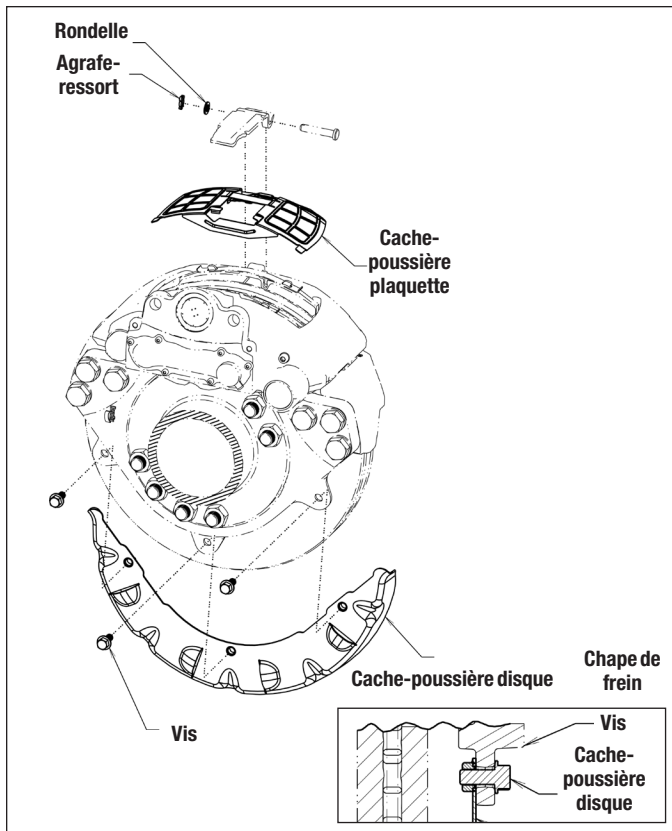

Figure 31 – Éclaté, essieu directeur ou moteur avec fenêtre montrant l'installation du cache-poussière du disque
5.1.2 Retirer et jeter l'agrafe-ressort et la rondelle de la goupille de la fourchette. Enlever et mettre de côté la fourchette et la goupille. Placer le cache-poussière de plaquette tel qu'illustré, puis reloger la fourchette. Insérer la goupille. Fixer la goupille avec la rondelle et l'agrafe-ressort fournies. Vérifier que le cache-poussière est bien fixé par la fourchette. (Cf. Figures 31 ou 32.)
5.1.3 **Cache-poussière du disque sur essieu moteur ou directeur** (cf. Figure 31.) Placer le cache-poussière entre la chape de frein et le disque. Insérer les vis d'assemblage fournies dans les pattes de fixation de la chape, puis dans le cache-poussière. Serrer ces vis à un couple de 44 pi-lb (59,6 Nm).